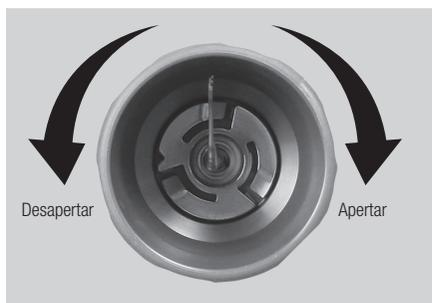

Fig. 17
- 3) Rode a chave no sentido dos ponteiros do relógio (Fig. 17 e 18) até ouvir um clique e não conseguir rodar mais.
- *Rode a chave no sentido contrário ao dos ponteiros do relógio conforme mostrado na Fig. 17 e 18 para remover a ponta.